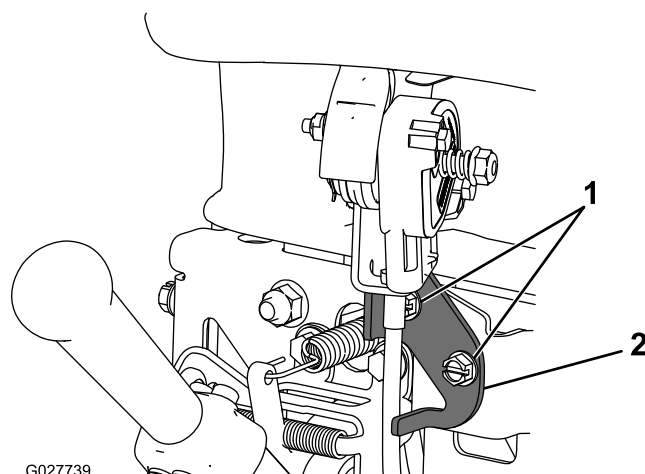

Figura 25
2. Allentate i 2 dispositivi di fissaggio che fissano il comando dell'acceleratore (Figura 25).